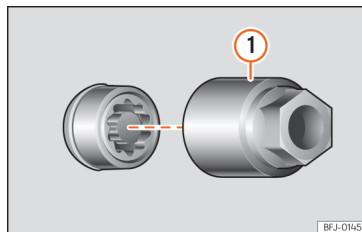

Fig. 240 Parafuso antirroubo com capa de proteção e adaptador.
- Encaixe o adaptador especial »» Fig. 240 ① (ferramenta de bordo »» Página 337) no parafuso antirroubo da roda até ao limite.